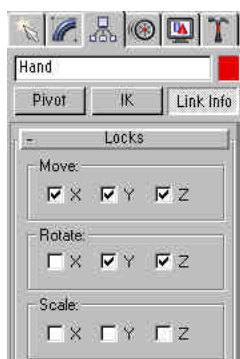

图11-11 U形机械手在层级命令面板上的设置
12) U形机械手能绕X轴旋转, 锁定Y、Z轴, 在层级命令面板上的设置如图11-11所示。